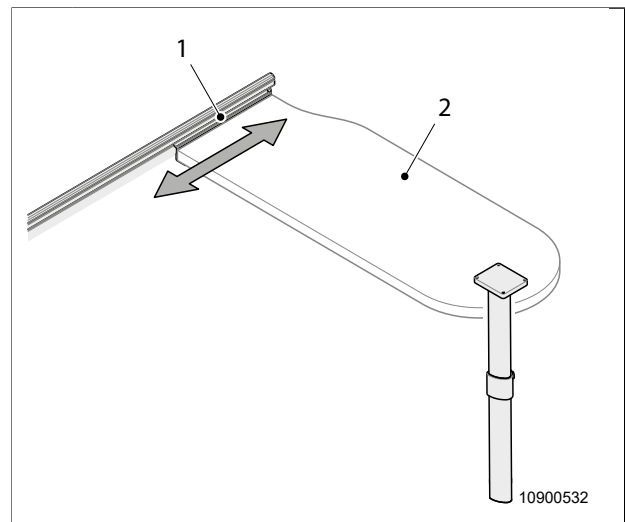

Fig. 22 Hängbord
1. Lyft bordsskivan (Fig. 22, pos. 2) på höger sida.
2. Skjut bordet i upplyft läge till önskat läge längs styrskenan (Fig. 22, pos. 1).